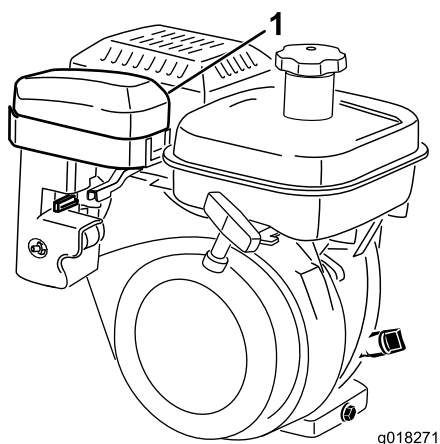
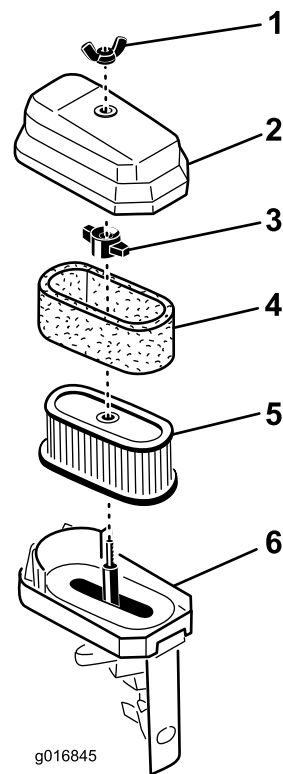

Figura 36
Figura 37
3. Limpe a cobertura (Figura 36 e Figura 37).
4. Se o elemento de esponja se encontrar sujo, deverá retirá-lo do elemento de papel (Figura 37). Limpe-o da seguinte forma.